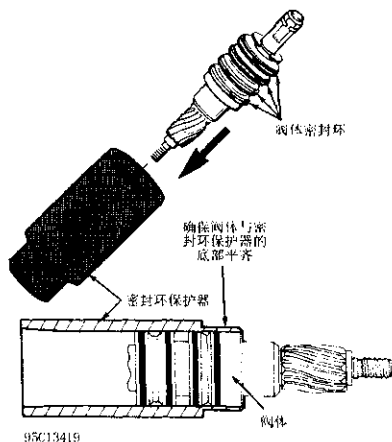

图 6-10 安装阀体密封圈
2) 将齿轮和阀总成安装进密封圈保护器（J-37090）中（图 6-10）。将阀总成放置在密封圈保护器中，使得阀体与保护器的底端平齐。将密封圈在保护器中停留大约 3min，以便阀密封圈适当定型。